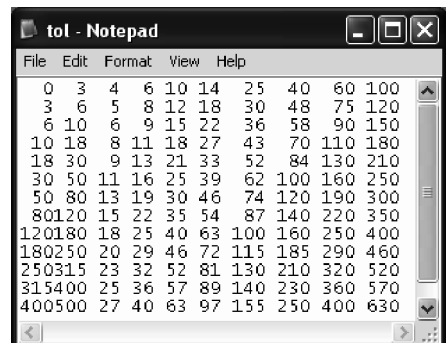

Fig. 12.11 Evidențierea codului comenzi
7. Din meniul **Debug** se selectează *Step over*. În fereastra de editare, este evidențiată secvența **command** – vezi Fig. 12.11.